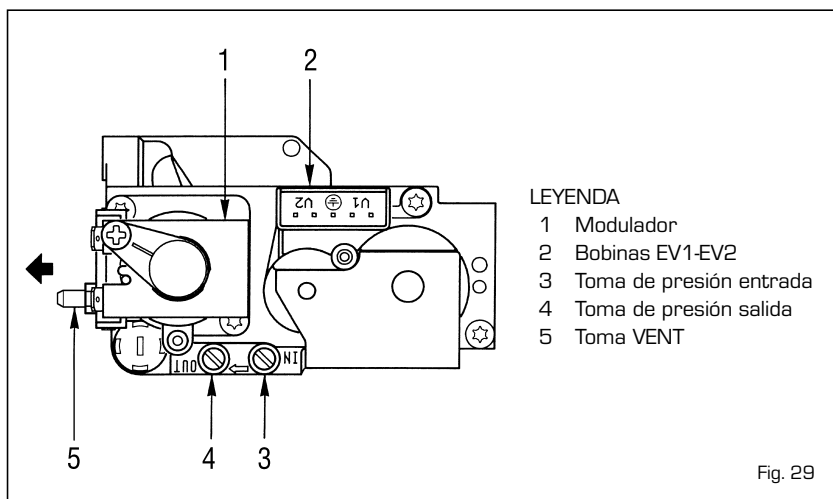

Fig. 29
La válvula de gas modelo HONEYWELL VK4105M (fig. 29) es regulada para dos valores de presión: máxima y mínima que corresponden, en función del tipo de gas, a los valores indicados en la *Tabla 5*.
- En las versiones "30 BF" conecte en vez el manómetro como se indica en la fig. 29/a.
- Cortar la alimentación y quitar la capucha de plástico del modulador (1).